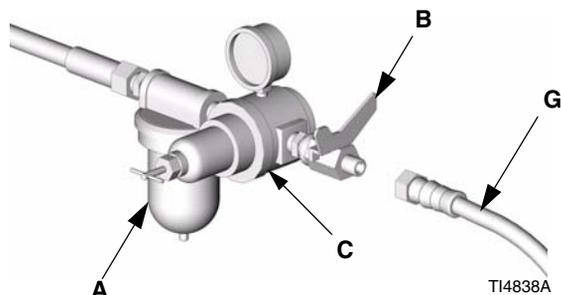

FIG. 3
6. Brancher l'autre extrémité du flexible d'air (G) sur la sortie de la vanne d'arrêt d'air. Voir FIG. 3.